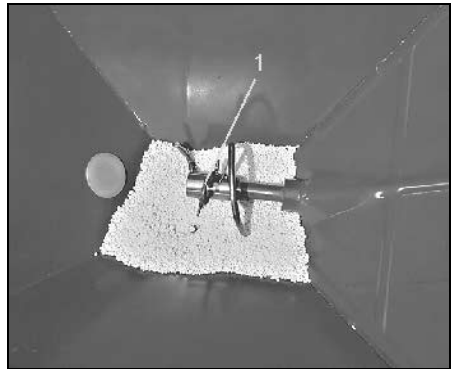

Fig. 57
- Die Abschersicherung der Rührwelle erfolgt über die Rührspiralen-Federvorstecker (Fig. 57/1)